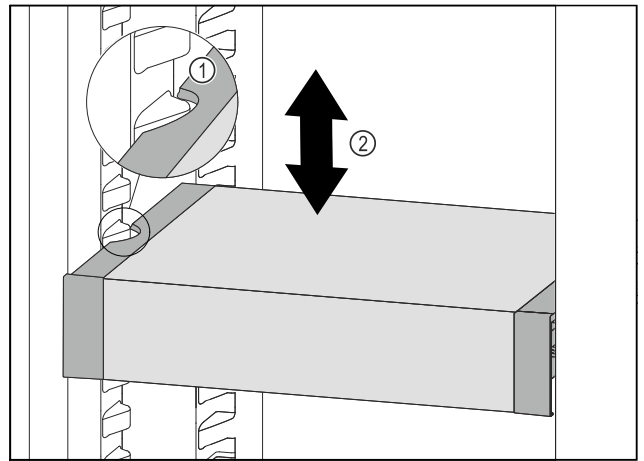

Fig. 106
- VarioSafe nach vorne ziehen, bis sich die seitlichen Aussparungen des VarioSafes auf Höhe der Behälterrippe im Kühlteil befinden. Fig. 106 (1)
- VarioSafe im Kühlteil nach oben oder unten bewegen, bis gewünschte Höhe erreicht ist. Fig. 106 (2)